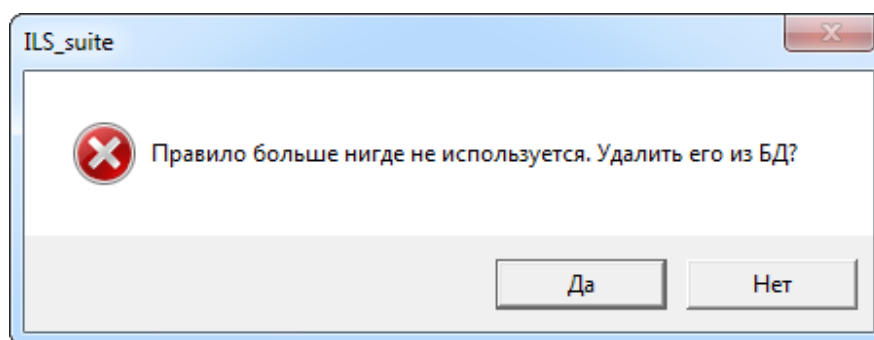

Рис. 10-187 – Информационное сообщение перед удалением правила
- 2) В появившемся окне нажать «Да» для подтверждения действия (рис. 10-187).